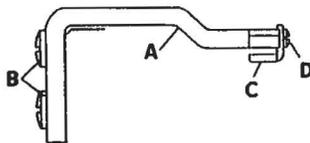

Fig. 8
5. Montaggio salva ago (fig. 8)
e) Variazione lunghezza punto (fig. 8)